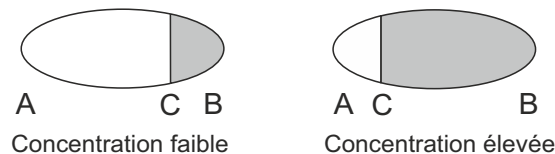

Figure 1.3 Images optiques
L'indice de réfraction n_D change en fonction de la température et de la concentration de la solution du procédé. En cas de modification de la concentration, l'indice de réfraction augmente normalement si la concentration augmente. En cas de températures élevées, l'indice de réfraction est moins élevé qu'en cas de basses températures. Il en résulte que l'image optique change en fonction de la concentration de la solution du procédé, comme indiqué sur la Figure 1.3. La couleur de la solution, la présence de bulles de gaz ou de particules non dissoutes n'ont pas d'incidence sur la position du côté sombre (C).